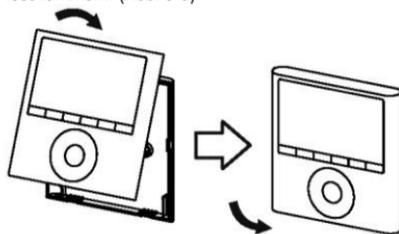

Abb. 3-9
- Passen Sie den oberen Teil an und befestigen Sie ihn; Sie sollen die Kabel während der Installation nicht festklammern. (Abb. 3-9)